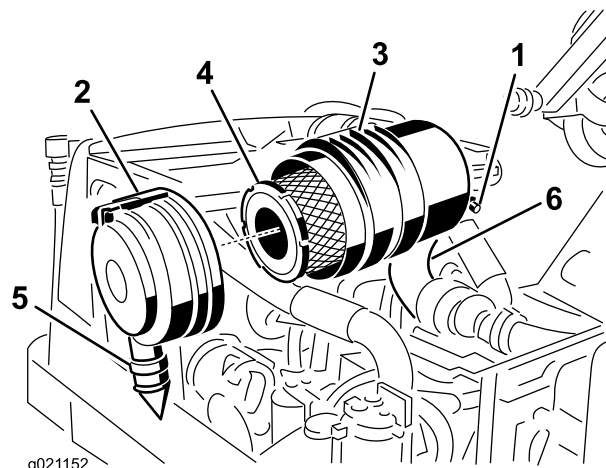
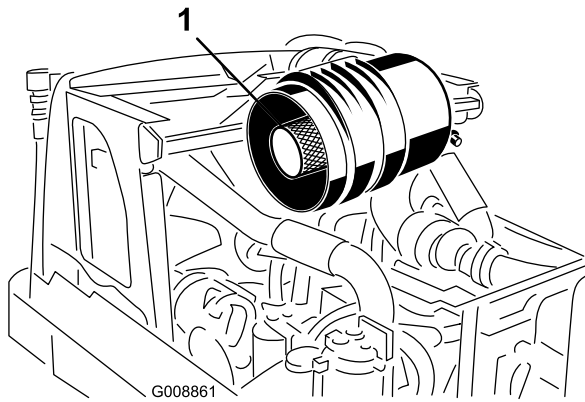

図 59
図 60
1. ラッチを引いて外し、カバーを左にひねってボディーからはずす（図 59）。
2. 主フィルタを外す（図 59）。エレメントを洗って再使用しないこと。洗浄によってフィルタの濾紙を破損させる恐れがある。新しいフィルタに傷がついていないかを点検する。特にフィルタとボディーの密着部に注意する。破損しているフィルタは使用しない。安全フィルタは外さないこと（図 60）。
重要 安全フィルタ（図 60）は絶対に洗わないでください。安全フィルタは、1次フィルタの3度目の整備時に新品に交換します。
3. 主フィルタを交換する (図 59)。
6. ゴム製のアウトレットバルブ (図 59) が下向き (後ろから見たとき、時計の5:00と7:00の間になるように) カバーを取り付ける。ラッチをしっかりと掛ける。